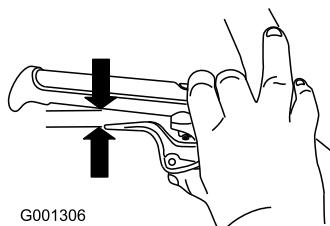

Figure 9
- Serrez le levier complètement contre le guidon, puis vérifiez l'écartement entre le bas du guidon et l'extrémité du levier d'embrayage de roue (Figure 9).